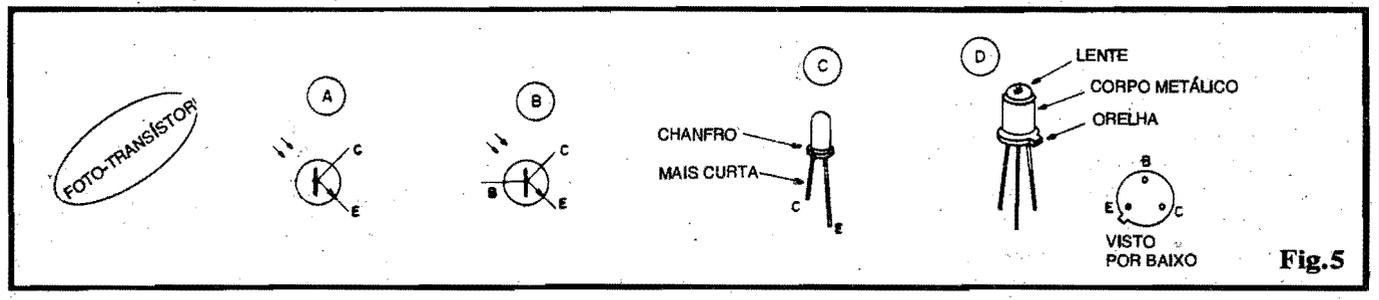

Fig.5
- FIG. 5 - OS FOTO-TRANSÍSTORES - Depois dos LDRs, os foto-sensores mais comuns, atualmente, são os FOTO-TRANSÍSTORES, cujo funcionamento básico é um pouco diferente (mas com resultados finais parecidos, ainda que em outras gamas ou sensibilidades...). Em rápidas palavras, um FOTO-TRANSÍSTOR nada mais é do que um transistor bipolar comum, com o seu tradicional "sanduíche" semiconductor PNP ou NPN, porém dotado de uma "janela" ou abertura no invólucro, de modo a facilitar a penetração de LUZ so-